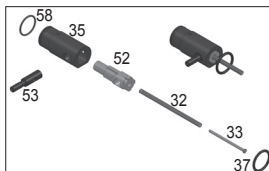

Figure 8: Marteau.
- Retirez la **Protection de Bouchon Arrière** (56), puis retirez le **Bouchon Arrière** (57).
- Retirez la **Tige Guide** (33), et le **Ressort de Marteau** (32). Ces pièces doivent être retirées avant que la poignée d'armement soit démontable.
- Déconnectez la **Tige de connexion du Marteau** (35) et de la **Culasse** (49).
- Retirez la culasse du **Powertube** (48), et vérifiez le joint. Nettoyez et lubrifiez le joint ou, s'il est endommagé, remplacez-le par un nouveau. Effectuez la même opération avec le joint de marteau.
- Retirez la **poignée d'armement** (53) du **Marteau** (52).
- Lorsqu'il est nécessaire de démonter la valve, utilisez une clé plate pour délicatement dévisser la **Ligne de Gaz** (21). Une fois que le filetage est dégagé, dévissez les deux **Vis de Valve** (13) de la Flasque Droite. **La Valve** (43) doit être sortie par l'arrière du Powertube. Assurez-vous de ne pas perdre de pièces. Contrôlez et nettoyez l'extérieur de toutes les pièces. **NOTE** : Vérifiez les deux **Joints de Valve** (58) et s'ils sont endommagés, remplacez-les. Si les joints sont endommagés, votre lanceur ne fonctionnera pas correctement.
- Joint de Culasse** (34)
- Joint de Marteau** (58, voir Figure 8)
- Tige de Connexion** (36)
- Ressort de Marteau** (32) et **Tige Guide** (33)